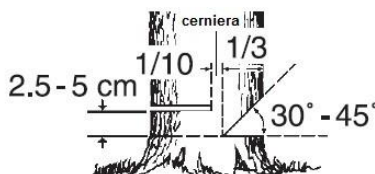

Fig. 10
1. Eseguire un intaglio di circa 1/3 del diametro dell'albero (Fig. 10) e con una angolazione di 30°-45°. La posizione di questo intaglio è importante perché l'albero tenderà a cadere nella direzione dell'intaglio stesso.